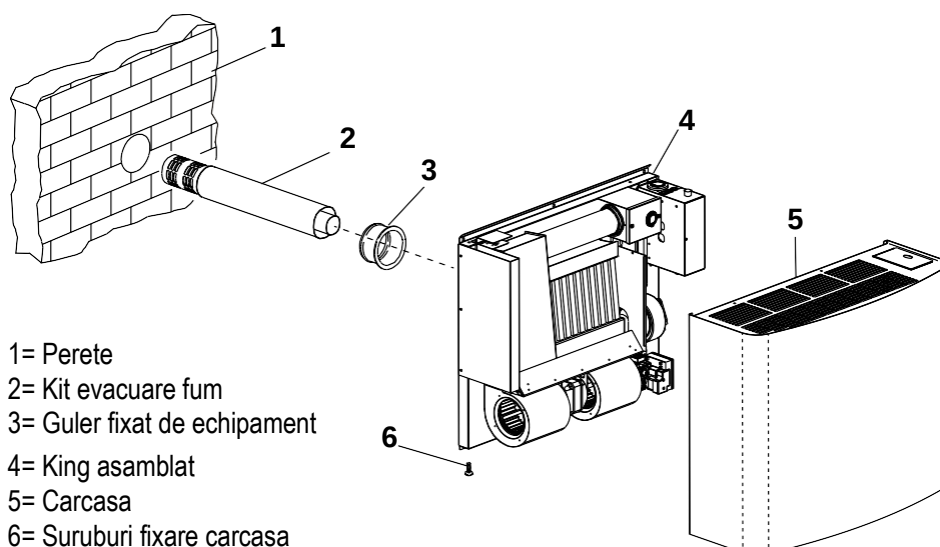

Fig. 5.20
2. Demontați carcasa (fig. 5.20, punctul 5) după ce ați slăbit șurubul de fixare (6).
6. În final fixați carcasa cu șurubul (6), fig. 5.20.